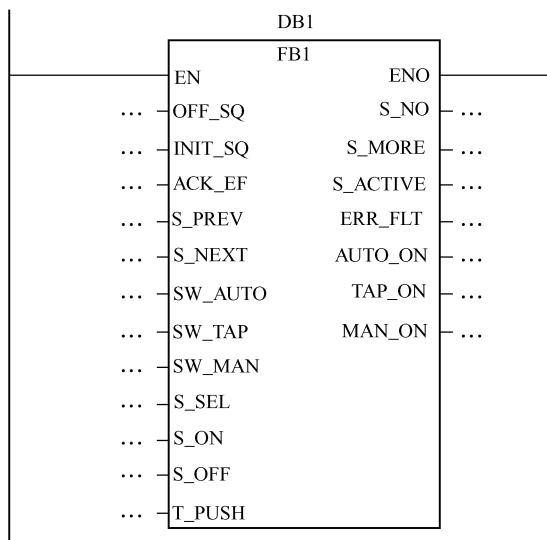

图 7-35 OB1 中的程序
5) 编写 OB1 中的程序。将功能块 FB1 拖入程序编辑区，编写程序如图 7-35 所示。